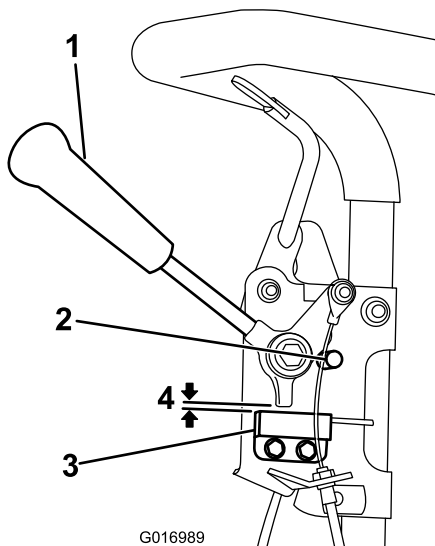

Figure 33
1. Coupez le moteur, désengagez le levier de commande de déplacement et appuyez-le contre la butée de point mort (Figure 33).
2. Desserrez les fixations du contacteur de sécurité (Figure 33).
3. Placez une cale de 0,812 mm d'épaisseur entre le levier de commande de déplacement et le contacteur de sécurité (Figure 33).